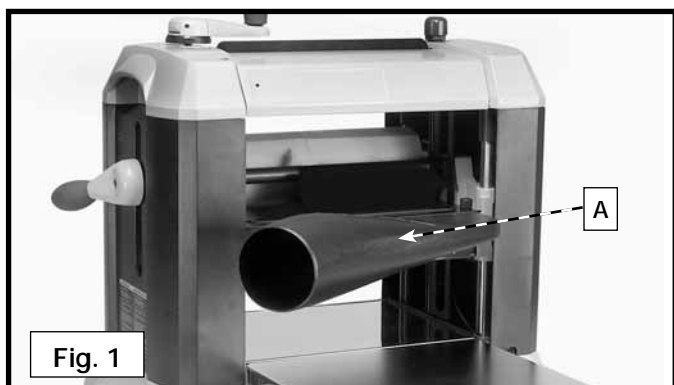

Fig. 1
Para conectar un conector (A) Fig. 1 del recaudador de polvo de oprional para montar un sistema de la colección de polvo al planer: